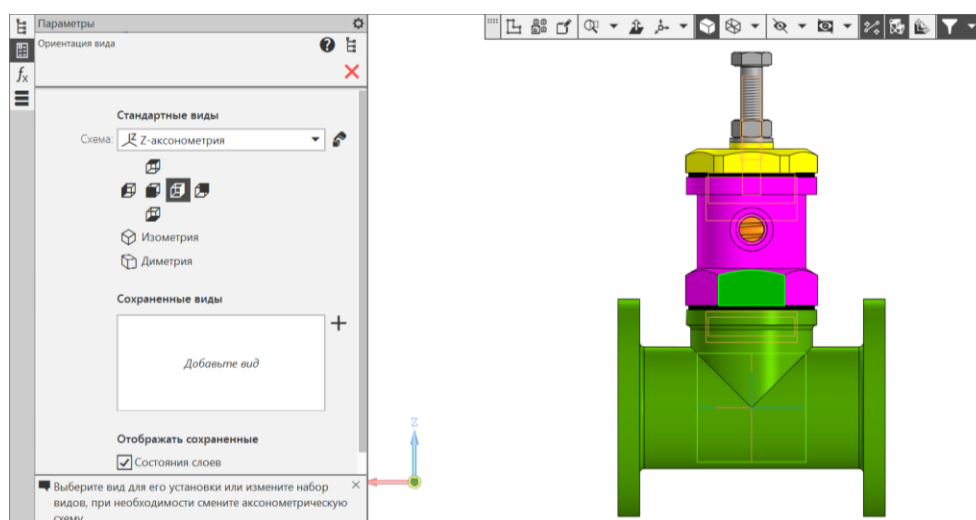

Рис.1 Настройка ориентации модели сборочной единицы
- Панель быстрого доступа – Ориентация – Настройка (рис. 1).